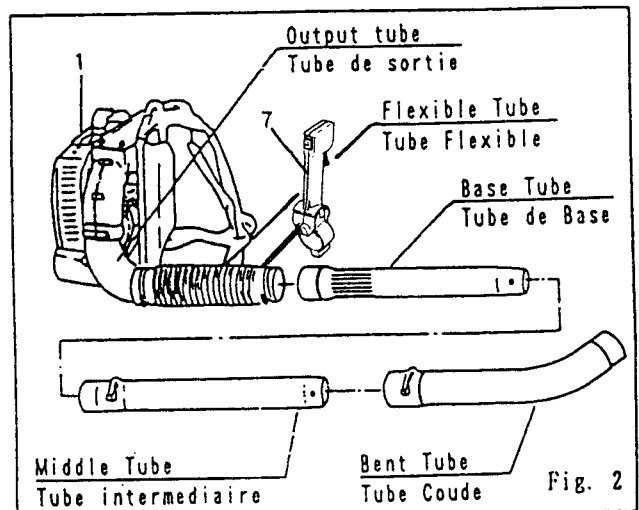

Fig. 2
- a. Slip one hose clamp onto each end of the flexible tube. Figure 2.
- f. Install the middle tube into the base tube and the bent tube in the middle tube. Figure 2.
- a. Mettre une bride de serrage à chaque extrémité du tube flexible. Figure 2.
- f. Monter le tube intermédiaire au bout du tube de base et le tube coudé au bout du tube intermédiaire. Figure 2.